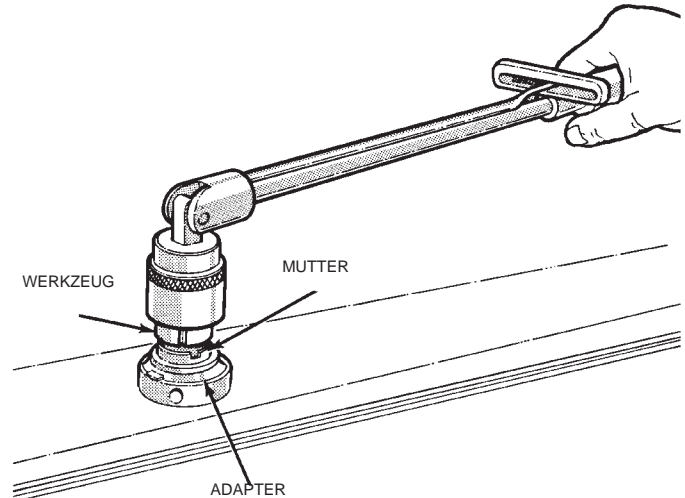

Abb. 18 Antennenmutter und -adapter aus- und einbauen - Typisch
- (4) Antennenmutter und -adapter mit einem entsprechenden Werkzeug (beispielsweise Spezialwerkzeug C-4816) abbauen (Abb. 18).